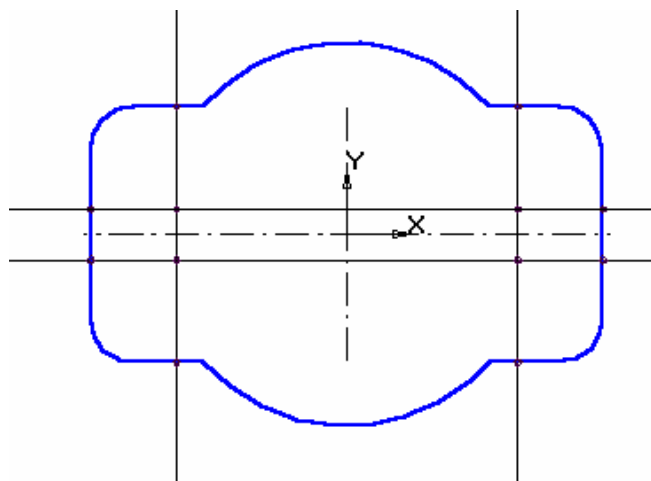

Рис. 4.19.
7. Виконайте пази. Для цього побудуйте за допомогою паралельних допоміжних прямих параметри пазів – ширину пазу і положення центрів циліндричної поверхні пазів, рис. 4.19.